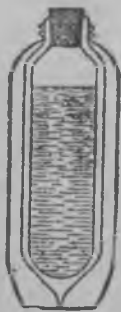

Рис. 197.
18. Термос. Термосакси санотах особойда луадуо астиэда, кудамах ваетту жидкости улен хаткен пидаттау оман температуран. Если термоссах валуа ламмна ветта или чуаюо, то се пузуу ламмна айян чуассуо; юуи муга же пузуу улен хаткен вилуна термоссах ваетту вилу вези и муу жидкости. Куй нагуу рисунок 197, термосакси он стеклахине трубка каксинкердайзиэн сейниэн ке. Стеклан сувайи пинда он пететту хобиял, и бутылкан сейназиэн валиас пространство он выкачайду воздуха, мин яльгех стекла он спаюитту. Воздухатон сейназиэн валине пространства он почти таувеллах эйтеплопроводной. Чобы пуолистуа стекла муренемизес, бутылка сейнетях карт нахизех или металлической футлярах. Иче бутылка салбавуу обыкновеннойл проб ал, а пийл винтитях металлической колпаккаине, кудамуа войби используя стаканан сияс.